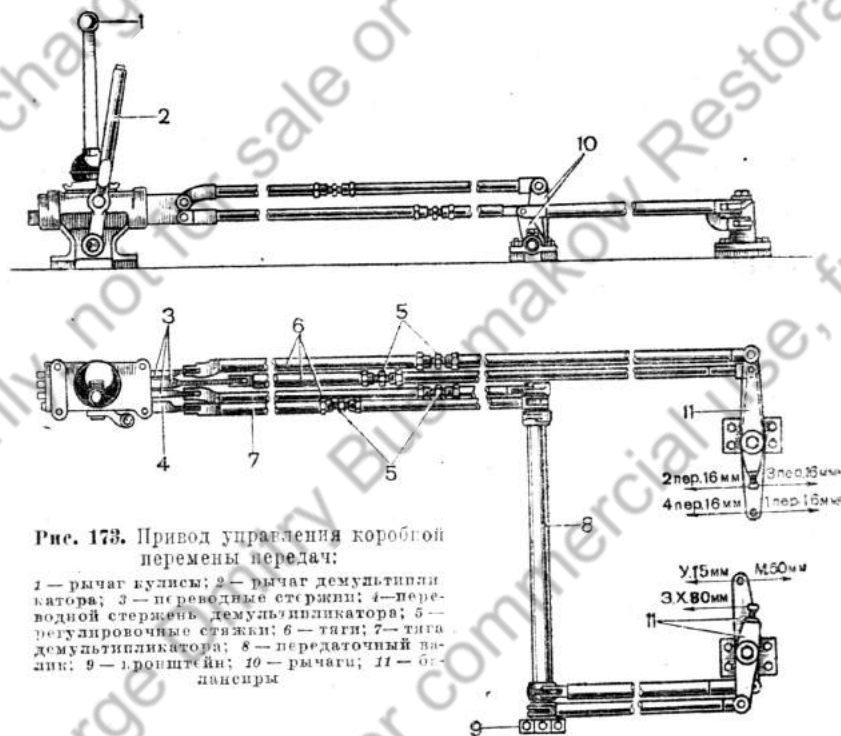

Рис. 173. Привод управления коробкой перемены передач:
1. Поставить рычаг кулисы 1 (рис. 173) и рычаг демультипликатора 2 в нейтральное положение.
3. Отрегулировать длину тяг 6 и 7 (рис. 173) стяжками так, чтобы отверстия в проушинах этих тяг совпали с отверстиями в переводных стержнях кулисы, и соединить их пальцами.
4. Разъединить тяги 6 и 7 (рис. 173) с переводными стержнями кулисы. Открыть замок, поставив его стрелку в интервале «Открыт».
7. Установить рычаг кулисы 1 (рис. 173) и рычаг демультипликатора 2 в нейтральное положение. Отрегулировать длину тяг 6 и 7 стяжками таким образом, чтобы отверстия в проушинах этих тяг совпали с отверстиями в переводных стержнях кулисы, и соединить их пальцами.
5. Установить рычаг кулисы и рычаг демультипликатора в нейтральное положение. Отрегулировать длину тяг 6 и 7 (рис. 173) так, чтобы отверстия в проушинах этих тяг совпали с отверстиями в переводных стержнях кулисы, и соединить тяги пальцами.